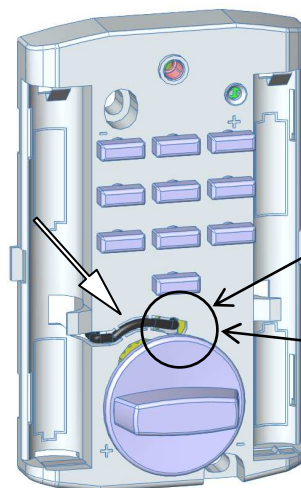

Bild 7
12. Achten Sie dabei auf die richtige Polarität (Bild 7).